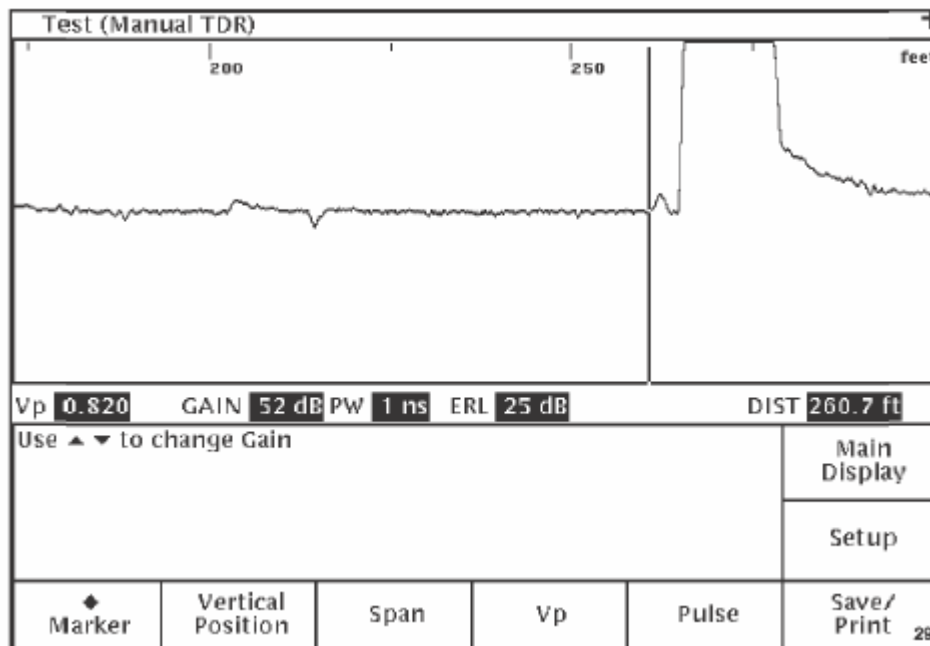

Рис. 4-14. Тестирование TEST (режим Manual TDR)
5. Если выбрана опция TEST, нажмите клавишу **Return To Test** (возвращение к тестированию) для просмотра рефлектограммы, полученной для тестируемого кабеля. На рис. 4-14 показана рефлектограмма для измерения TEST в режиме Manual TDR.